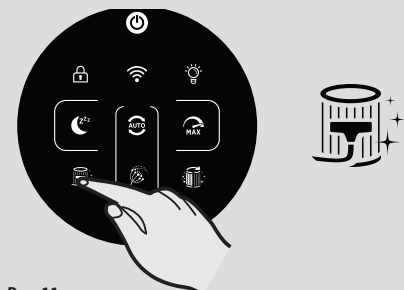

Рис. 11
Функция СИГНАЛА ОЧИСТКИ ФИЛЬТРА [Рис. 11]:
- Нажмите кнопку ОЧИСТКИ ФИЛЬТРА или ЗАМЕНЫ ФИЛЬТРА и удерживайте ее в течение 3 секунд, чтобы сбросить предупреждение об очистке или замене; после успешного сброса будет передан звуковой сигнал. [Рис. 11,12]